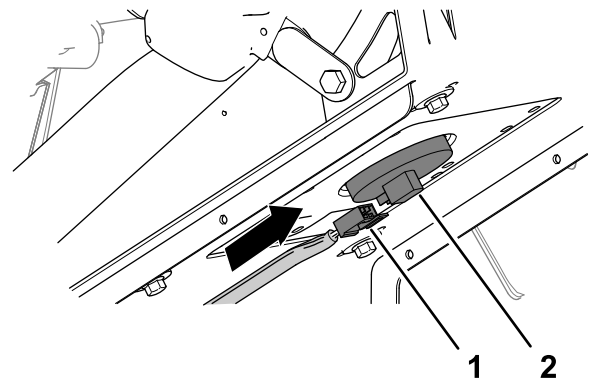

Figure 223
6. Branchez le connecteur à 2 douilles du faisceau de la machine au connecteur du contacteur du siège jusqu'à ce que le connecteur s'enclenche solidement (Figure 223).